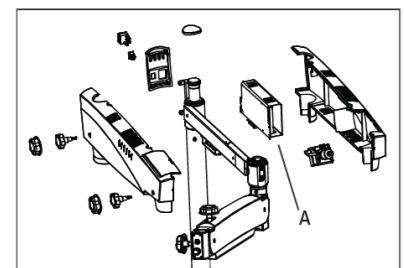

Abb. 43
Schalten Sie das Mikroskop aus. Öffnen Sie die Schwenkarmabdeckungen und ersetzen Sie die Beleuchtungseinheit (A) durch eine neue Einheit. Befestigen Sie die Armabdeckungen wieder. Siehe Abb. 43.